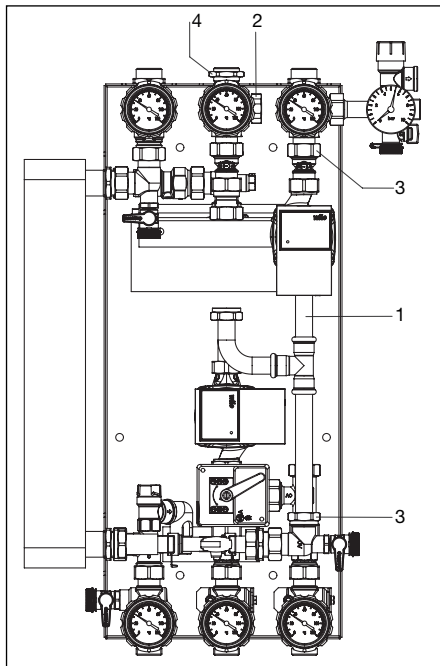

Fig. 5.2 Installare il secondo circuito solare
2. Installare i nuovi componenti del circuito solare (Fig. 5.2)